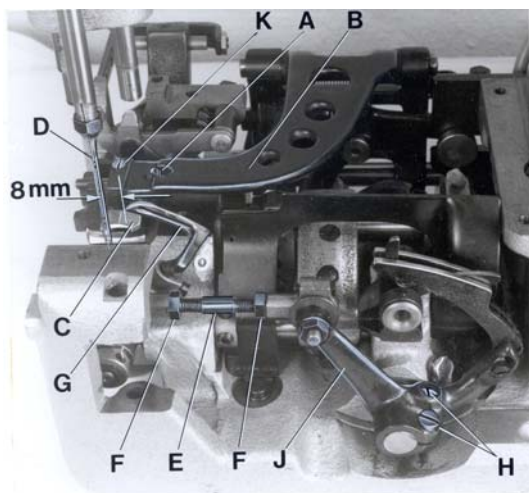
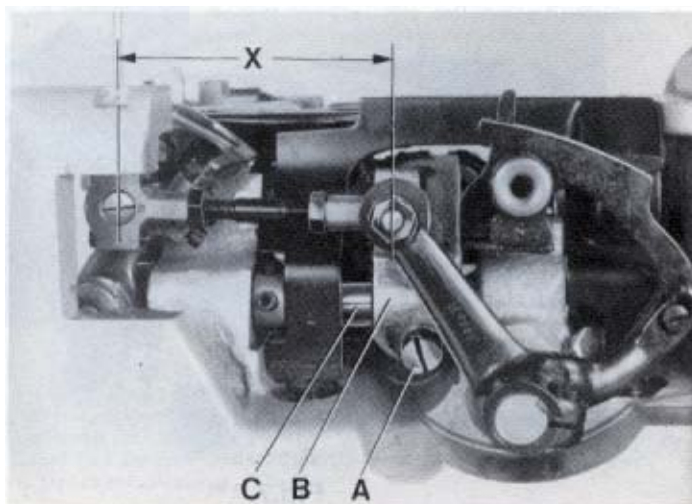
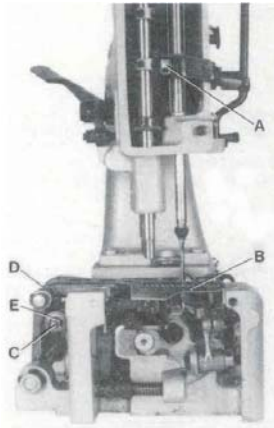

Fig. 3
Fig.4
Fig.6
Remove the presser foot, throat plate and feed dog and on styles 80800H and HA also the needle guard for convenient access to the machine. On styles 80800C, D and E loosen the screw (A, Fig. 3) in the feed bar (B) and push the feed bar needle guard (C) to the rear to avoid its contacting the needle (D).
For the two thread double locked stitch styles 80800C, E, H and HA, set the looper connecting rod (E) so the distance (X, Fig. 4) between the center lines of the two ball joints is 69.8 mm (2 3/4"). The dimension (X, Fig. 4) should be 68.3 mm (2 11/16) on the single thread chain stitch style 80800D. For adjustment loosen the two nuts (F, Fig. 3) and turn connecting rod (E) forward or backward as required to obtain specified dimension, retighten nuts (F).
Rotate the machine pulley in operating direction so that the looper moves from right to left. The looper point should pass as close as possible to the back of the needle without contacting 0.08 to 0.13 mm (.003 to .005") clearance. For adjustment loosen screws (A, Fig. 4) in the looper eccentric fork (B) and turn looper rocker shaft (C) on the looper rocker forward or backward as required. Retighten screw (A).
Quite el pie prensa tela, la placa de la aguja y el diente de arrastre y en las máquinas 80800H y HA también el guarda aguja para tener mejor acceso a la máquina. En los estilos 80800C, D y E suelte el tornillo (A, Fig.3) en la barra de alimentación B y mueva el guarda aguja (C) en la barra de alimentación hacia atrás para evitar que tenga contacto con la aguja (D).
Para las máquinas de dos hilos como 80800C, E, H y HA ajuste la barra del looper (E) para que la distancia (X, Fig. 4) entre los centros de las juntas tenga una distancia de 69,8 mm (2 3/4"). Esta distancia (X, Fig. 4) debería ser 68,3 mm (2 11/16) en las máquinas de un solo hilo 80800D. Para ajustarlo suelte las dos tuercas (F, Fig. 3) y gire la barra (E) hacia adelante o hacia atrás para conseguir la distancia requerida. Apriete nuevamente las tuercas (F).
Gire el volante en sentido de operación para que el looper se mueva desde la derecha hacia la izquierda. La punta del looper debería pasar muy cerca detrás de la aguja sin tocarla – distancia 0.08 a 0,13 mm (.003 a .005"). Para lograr este ajuste debería soltar el tornillo (A, Fig. 4) en la horquilla excéntrica (B) del looper y girar el eje del looper (C) hacia adelante o hacia atrás. Apriete el tornillo (A) otra vez.
Remove the face cover on machine arm. Rotate machine pulley in operating direction until the looper point, moving to the left, projects 1 to 1.5 mm (.040" to .060") left of the needle (see Fig. 5). Lower edge of looper and upper edge of needle eye must be flush in this position. If adjustment is necessary, loosen clamp screw (A, Fig. 6) in the needle bar connection and move the needle bar up or down, as required. Retighten screw (A) and remount face cover.
At highest point of feed dog travel, the feed dog (B, Fig. 6) should be set so, that the rear teeth project their full depth above the throat plate surface. For setting remove the feed dog and adjust the supporting screw (K, Fig. 3) on the top of the feed bar to the required height. Remount the feed dog, and on styles 80800H and HA also the needle guard.
On styles 80800C, D and E stud (C, Fig. 6) for changing the stitch length is accessible from the outside. On styles 80800H and HA the housing for the tape cutter and the rear cloth plate have to be removed for changing the stitch length.
The length of the stitch can be adjusted by raising or lowering the stud (C, Fig. 6) in the segment slot of the feed rocker (D). Lowering stud (C) will lengthen the stitch. After loosening nut (E), stud (C) can be moved accordingly. When the desired stitch length is obtained, retighten nut (E).
The needle guard (C, Fig. 3) has to be set so, that it just contacts the needle at its most forward point of travel, without deflecting it.
On styles 80800C, D and E loosen screw (A, Fig. 3) in the feed bar (B) and adjust the needle guard (C) accordingly. Retighten screw (A).
Remueva la tapa frontal en el brazo de la maquina. Gire el volante de la maquina en sentido de operación hasta que la punta del looper pase 1 a 1,5 mm (.040" a .060") la aguja (vea Fig. 5). En esta posición el borde inferior del looper tiene que encontrarse en el limite superior del ojo de la aguja. Si se requiere ajuste, suelte el tornillo (A, Fig. 6) en la conexión de la barra de la aguja y mueva la barra hacia arriba o hacia abajo como requerido. Apriete el tornillo (A) y ponga la tapa frontal otra vez.
En el punto mas alto del recorrido del alimentador, los dientes del alimentador (B, Fig. 6) deberían sobrepasar la placa de la aguja por la altura completa de los dientes. Para lograr este ajuste remueva el alimentador y ajuste el tornillo de soporte (K, Fig. 3) en la parte superior de la barra de la alimentación a la altura requerida. Monte el alimentador otra vez y en los estilos 80800H y HA también el guarda aguja.
En los estilos 80800C, D y E el perno (C Fig. 6) para cambiar el largo de la puntada se accesa desde afuera. En los estilos 80800H y HA se deben remover la chumacera para el cortador de cinta y la plancha de costura trasera para cambiar el largo de la puntada. Remueva la tapa trasera.
El largo de la puntada se ajusta moviendo el perno (C, Fig. 6) en la ranura del eje oscilante (D). Bajando el perno (C) pone la puntada mas larga y subiéndolo la pone mas corta. Después de aflojar la tuerca (E), el perno (C) se deja mover. Cuando se logra el largo de la puntada deseado, hay que apretar la tuerca (E) otra vez .
Hay que ajustar el guarda aguja (C, Fig. 3) para que toque en su movimiento hacia delante la aguja pero no la desvíe.
En los estilos 80800C, D y E suelte el tornillo (A, Fig. 3) en el soporte del transportador (B) y ajuste el guarda aguja (C). Apriete el tornillo (A) nuevamente.